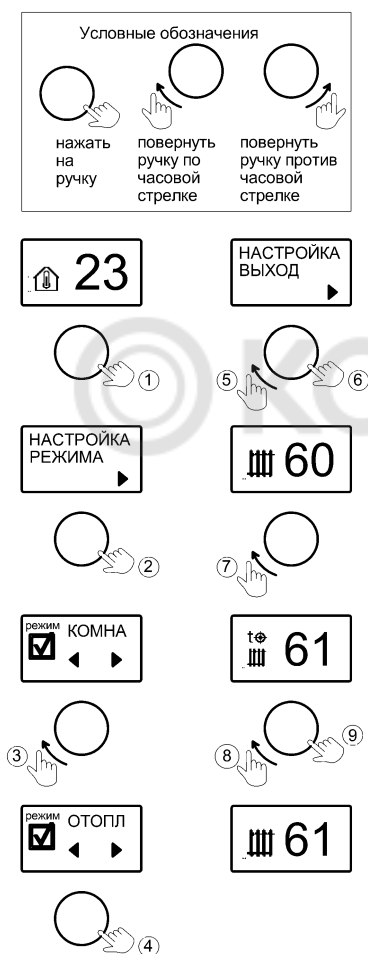

Рисунок 4. Выбор и настройка температуры режима «ОТОПЛЕНИЕ»
**9.1 «ОТОПЛЕНИЕ»** – режим поддержания температуры тепло-носителя. Датчики температуры воздуха в алгоритме не участвуют. Заводская настройка температуры теплоносителя **70°C**. Активация режима и настройка температуры показана на рис.4. Температуру можно задать в диапазоне от +8°C до +85°C.
**10.1** Во вкладке «РЕЖИМ РАБОТЫ», выбирается основной режим работы котла («ОТОПЛЕНИЕ», «КОМНАТНЫЙ», «УЛИЧНЫЙ») - см. рис. 4, рис.5, рис.6.